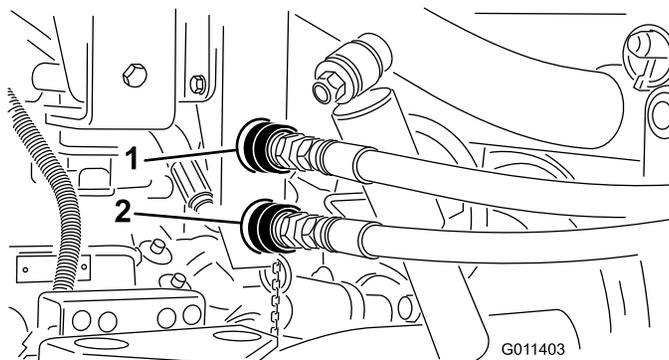

Рисунок 17
3. Перед подсоединением очистите быстроразъемные соединительные муфты от грязи (Рисунок 17). Загрязнение соединительной муфты может попасть в гидравлическую систему. После очистки закрепите обе быстроразъемные муфты на машине
Примечание: Муфты, показанные на Рисунок 17, установлены на машинах с заводскими номерами до 239999999.